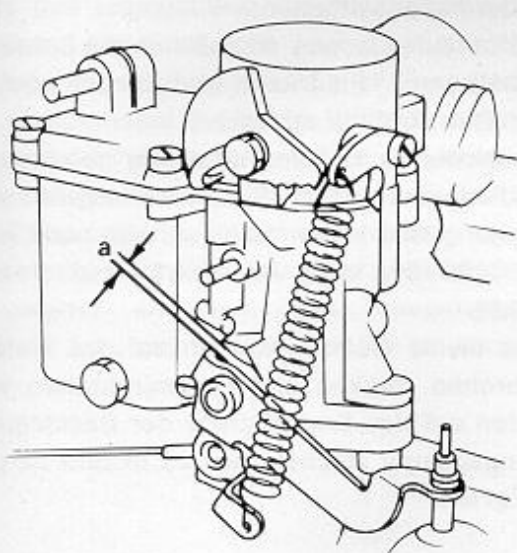

Bild 50
- Gaspedal von einer zweiten Person auf den Boden halten lassen und den Gaszug anschließen, so daß ein Spalt («a» in Bild 50) von 1,0 bis 1,5 mm zwischen dem Drosselklappenhebel und dem Anschlag vorhanden bleibt.
Der Einbau des Gaszuges geschieht in umge-kehrter Reihenfolge wie der Ausbau. Das Zugseil danach einstellen, wie es bereits beschrieben wurde (siehe ebenfalls Bild 50).